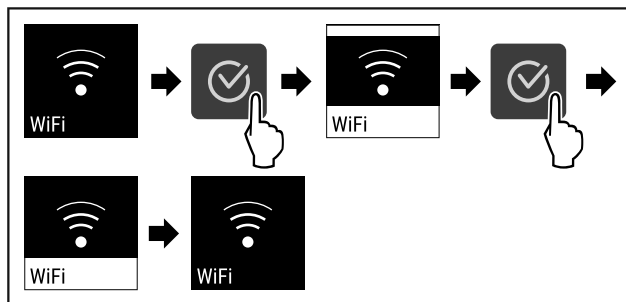

Fig. 76
- ▶ Eseguire i passaggi (vedere Fig. 76).